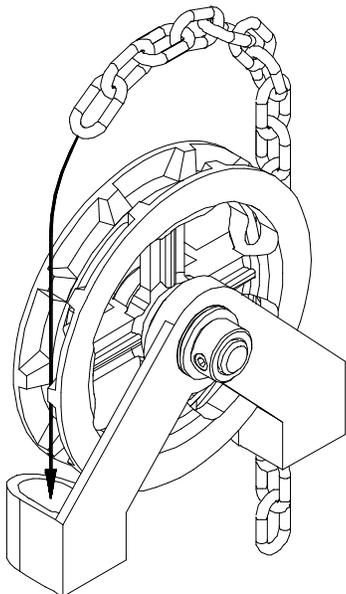

Figure 11 Installation de la chaîne du palan
4. **Palan à chaîne d'urgence:** Passez la chaîne à main à travers le palan à chaîne sur le côté du châssis (Figure 11), laissez les deux extrémités pendre vers le sol et coupez la chaîne, si nécessaire, de façon à ce que les deux extrémités soient à environ 0,6 m (2 pi) du plancher. Connectez les deux extrémités de la chaîne.